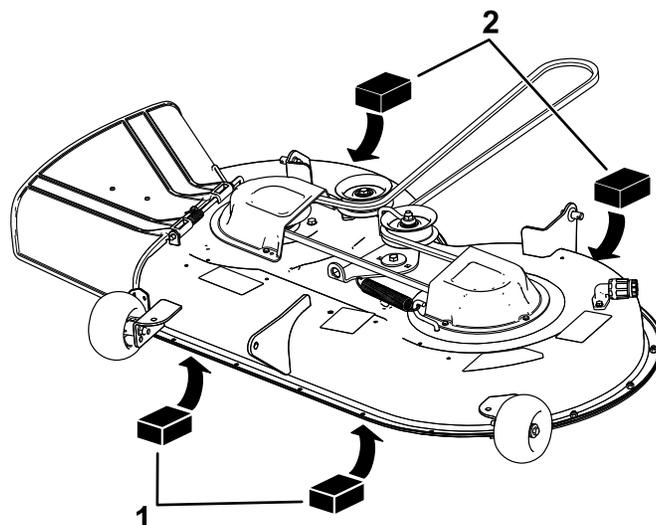

Figura 66
4. Coloque dois calços de 6,6 cm de espessura cada debaixo de cada lado da extremidade frontal da plataforma, mas não debaixo dos suportes do rolo antidanos (Figura 66).
5. Coloque dois calços de 7,3 cm de espessura cada debaixo da extremidade traseira da aba da plataforma de corte, um em cada lado da plataforma de corte (Figura 66).